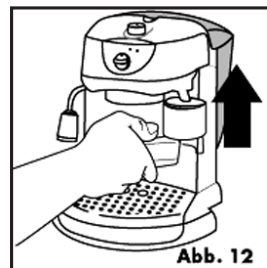

Abb. 12
3. Das Kaffeepulver gleichmäßig verteilen und mit dem Kaffeepulverstopfer leicht pressen (Abb.12).